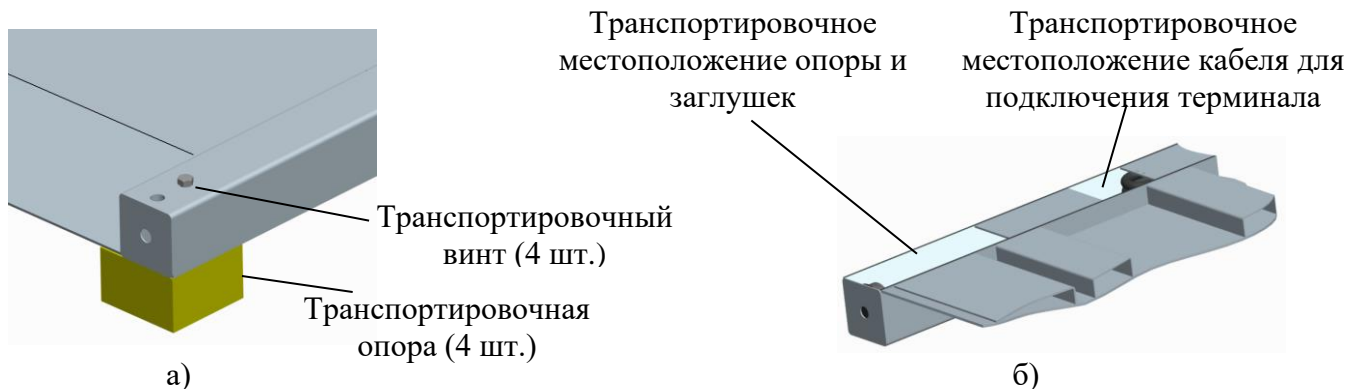

Рисунок 3.2 – Распаковка модуля 4D-LM
- 3.2.3 Вывинтите транспортировочные винты и удалите транспортировочные опоры (см. рис. 3.2а).
- 3.2.4 Переверните модуль и извлеките из модуля регулировочные опоры, заглушки и кабель для подключения терминала (см. рис. 3.2б).